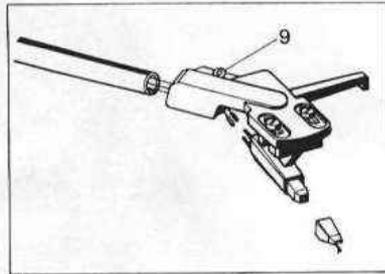

Fig. 6
- Innensechskantschraube **9** lösen und Tonkopf nach vorne abziehen (Fig. 6). Tonabnehmer durch Lösen der zwei Befestigungsschrauben abnehmen.
Die Abtastnadel ist durch den Abspielvorgang natürlichem Verschleiß ausgesetzt. Wir empfehlen daher eine regelmäßige Überprüfung, die bei Diamant-Abtastnadeln nach mindestens 300 Spielstunden erfolgen sollte. Ihr Fachhändler wird dies gern kostenlos für Sie tun. Abgenutzte oder beschädigte (abgesplitterte) Abtastnadeln zerstören die Schallplatten. Verwenden Sie bei Ersatzbedarf nur die in den Technischen Daten des Tonabnehmers empfohlene Nadeltypen. Nachgeahmte Abtastnadeln verursachen oftmals hörbare Qualitätsverluste und erhöhte Schallplatten-Abnutzung. Ziehen Sie die Abtastnadel schräg nach vorne ab. Das Einsetzen der Abtastnadel erfolgt in umgekehrter Weise (Fig. 6).